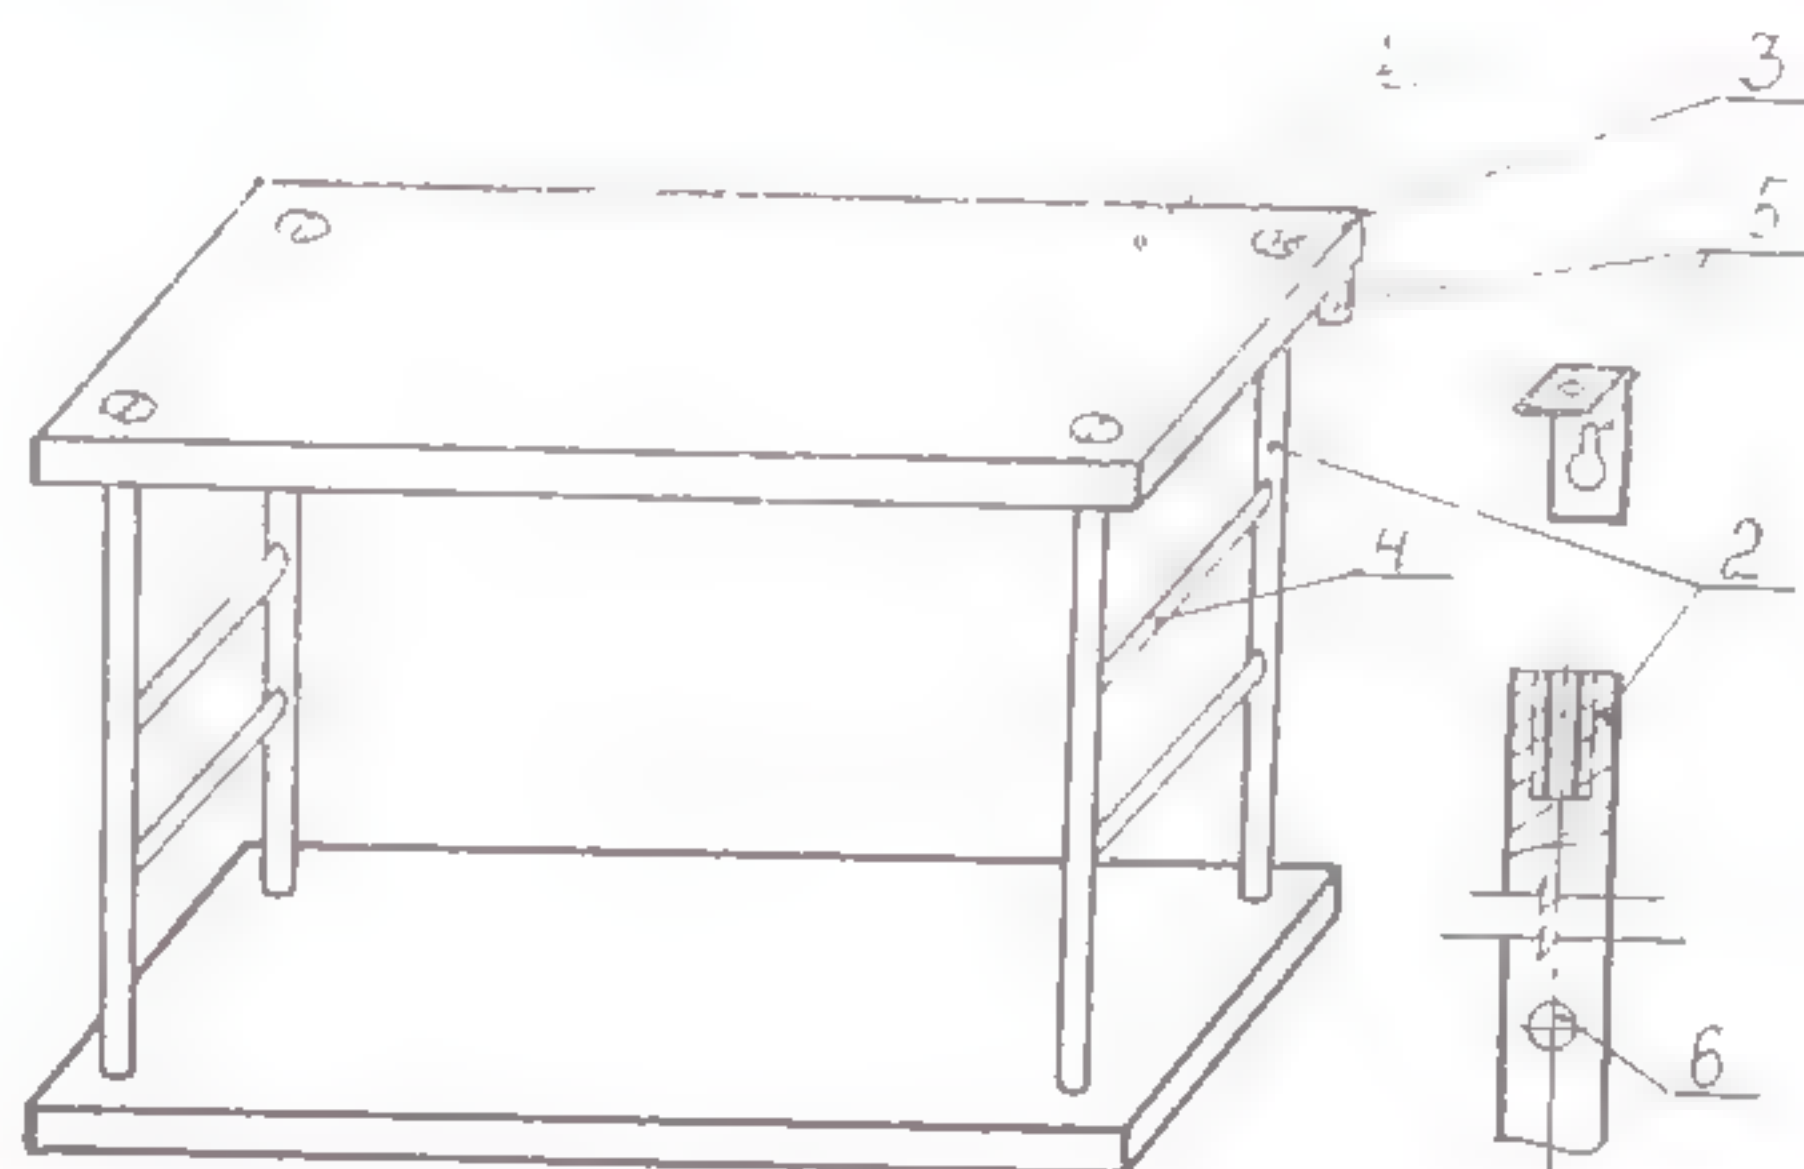

Рис. 1
Вот такие книжные полочки сделал мой муж (рис. 1). Они хорошо смотрятся над письменным столом. Дощатые панели (1) обработаны наждачной бумагой, покрыты морилкой и лаком в 2-3 слоя. Креплением полок служат металлические трубки с внутренней резьбой по торцам (2). В панелях просверлены отверстия (3), вся конструкция стянута болтами. В качестве ограничителей для книг между трубками в специальные отверстия (6) вставлена толстая проволока (4). Полка крепится к стене уголками (5), которые расположены под верхней доской.